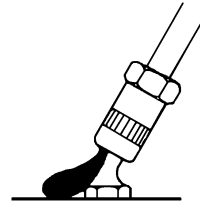

Fig.3
- 4) 給脂終了後、チャックをニップルから外してください。チャックは強い圧力でニップルに噛み付いているので、無理に引っ張るとニップルの頭部を折る恐れがあります。チャックを斜めに傾けて内圧を抜くことにより簡単に外すことができます。（Fig.3）